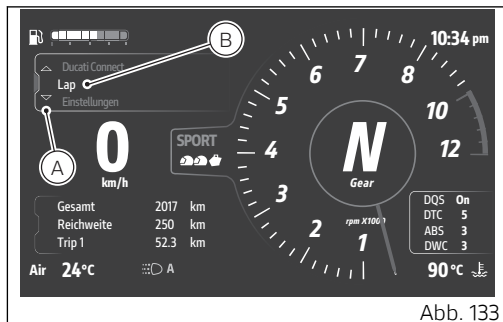

Abb. 133
- Das Interactive Menu (A, Abb. 133) aufrufen. Dazu den Joystick länger anhaltend in die Position ▲ drücken.
- Mit dem Joystick ▲ ▼ die Angabe Lap (B, Abb. 133) markieren, dann auf ENTER drücken.